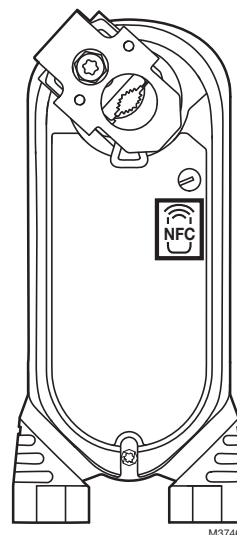

Fig. 21. Zone d'accès NFC.
- La zone d'accès NFC est indiquée à la Fig. 21.